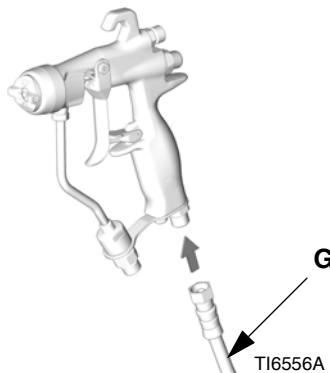

Рис. 2
- Соедините воздушный шланг (G) с воздуховпускным отверстием пистолета 1/4 npsm. См. Рис. 2.